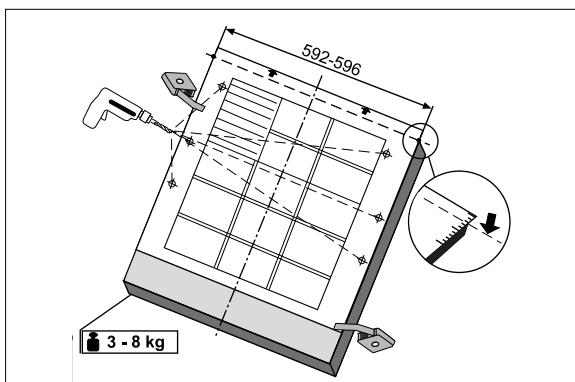

Abb. 11
- ▶ Legen Sie die mitgelieferte Bohrschablone so auf die Rückseite der Frontblende, dass die Schablone und Platte Ihren Markierungen entsprechen (siehe **Abb. 11**).